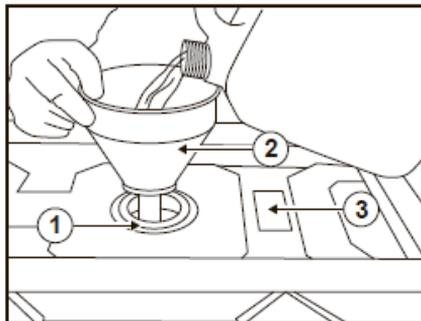

Рис.4
- Встановите лейку (2) в горловину топливного бака (1) та залейте необходимое количество топлива (Рис. 4);
- Используйте указатель уровня топлива (3) (Рис. 4) на топливном баке для определения максимального уровня топлива.